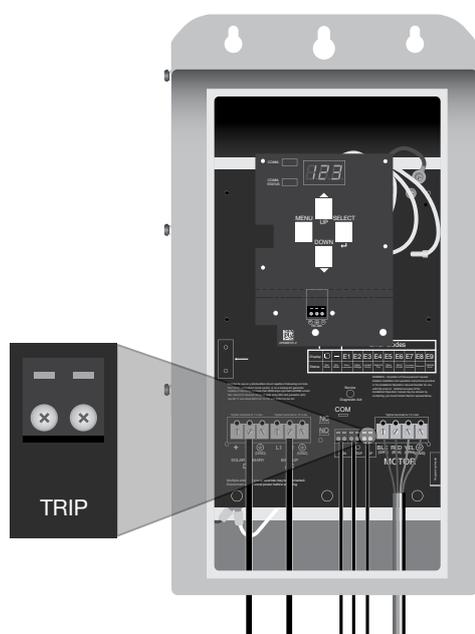

Figura 8: Conexões do cabo CA ao sensor de fluxo
- Conecte os cabos do conjunto motobomba ao bloco de terminais identificado como “motor” aos terminais BLK (preto), RED (vermelho), YEL (amarelo) e GND (terra) (Figura 8). Torque de aperto: 1,7 Nm / 15 lb-in.